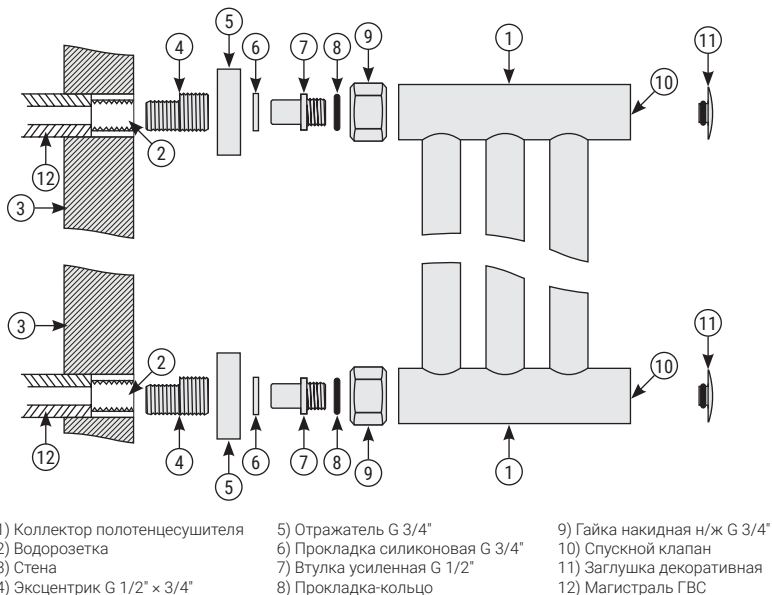

Рис.1
ВНИМАНИЕ! Узел 7, 8, 9 (рис. 1) в сборе, прошел проверку на герметичность.
4.2. Для герметизации резьбовых соединений производитель комплектует изделие прокладками собственного изготовления (п. 3.6, п. 3.7 и рис. 1 «6», «8»).
5.1. Сборку и установку изделия производить согласно схеме (рис. 1).